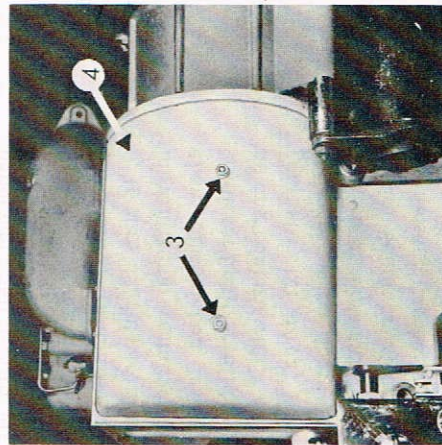
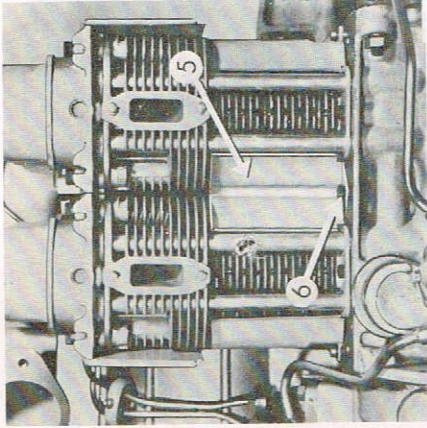

Bild 16
Bild 17
Durch Lösen der Sechskantmuttern 3 (Bild 16) kann die Luftführungshaube (4) abgenommen werden. Das Abschirmblech 5 (Bild 17) ist nach Herausdrehen der Befestigungsschraube (6) abzunehmen; um die Kühlrippen zu reinigen.